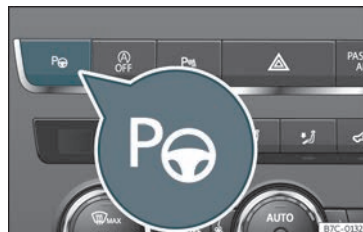

Fig. 233 Na parte superior da consola central: tecla para conectar o sistema de aparcamento asistido.
a tecla **P** » **fig. 233** para conectar e desconectar o sistema e as indicacións na pantalla do cadro de instrumentos.
pantalla do cadro de instrumentos >>> **fig. 234**. Tamén se amosa a visualización reducida doutros modos de aparcamento posibles >>> **fig. 235**. Se o modo seleccionado polo sistema non se corresponde co modo desexado, pódese seleccionar outro modo premendo de novo a tecla  >>> **fig. 233**.
• Prema a tecla **P** >>> **fig. 233**. Cando o sistema está conectado, ilumínase un indicador de control na tecla **P**.